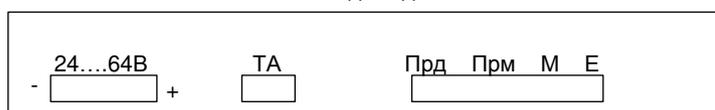

Рисунок 1 – Внешний вид ТАУ-1
1.1.1 ТАУ-1 и ТСУ -1 представляют собой устройства в закрытом пластмассовом корпусе (рис. 1) размерами 140x38x110 мм.
1.3.2 Уровень приема комплекта ТЧ устанавливается переставляемой перемычкой на плате устройства (рисунок 1) и может принимать следующие значения: